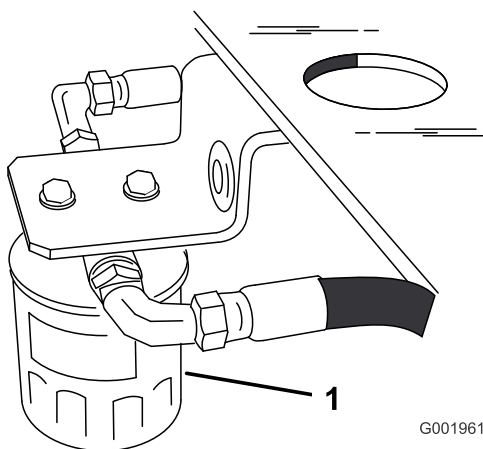

Figure 47
4. Localisez le filtre sous le réservoir à carburant et placez un bac de vidange sous le filtre (Figure 47).
5. Déposez le filtre usagé et essuyez la surface du joint de l'adaptateur (Figure 47).